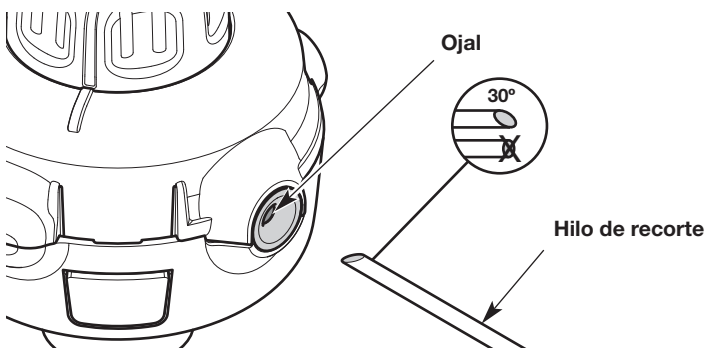

Fig. 27
2. Corte dos largos de 10 pies (3.0 m) de hilo de recorte nuevo. Corte un extremo de cada hilo en un ángulo de 30° (Fig. 27).
4. Enhebre uno de los hilos por uno de los ojales del cabezal de corte (Fig. 27). Utilice el extremo angulado y empuje el hilo para que entre unas 3 pulgadas (7.5 cm). Repita este proceso con el otro hilo y el ojal restante.